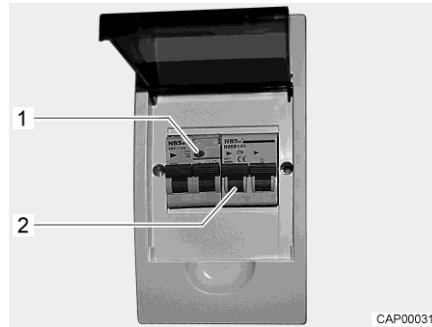

Fig. 76 Caja de fusibles de 230 V con interruptor de protección de línea e interruptor FI
Un interruptor de corriente de defecto (interruptor FI) en la caja de fusibles asegura el vehículo completo contra corriente de defecto (0,03 A). Un interruptor de protección de línea conectado en serie (10 A) (Fig. 76,2) asegura la red de a bordo de 230 V.
- Si el vehículo está conectado a la alimentación de 230 V, pulsar la tecla de prueba (Fig. 76,1). Se debe activar el interruptor de corriente de defecto.